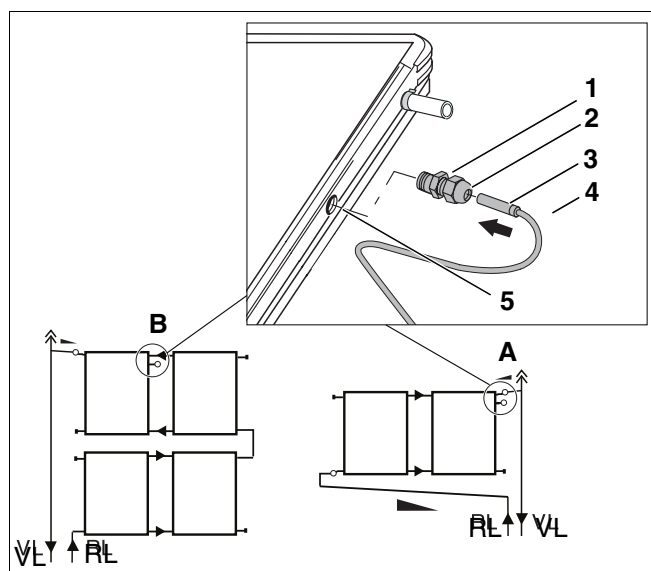

Fig. 47 Ligar a sonda do colector
- Local de montagem (Fig. 47, **Item A**) nos sistemas de colectores de uma fila.
- Local de montagem (Fig. 47, **Item B**) nos sistemas de colectores de duas filas.
- ▶ Conduza a sonda do colector (Fig. 47, **Item 3**) através da união roscada de aperto (Fig. 47, **Item 1 e 2**) e introduza a sonda do colector aprox. 170 mm até ao encosto no casquilho de imersão (Fig. 47, **Item 4**).
- ▶ Aparafuse a parte inferior da união roscada de aperto (Fig. 47, **Item 1**) na rosca do casquilho de imersão (Fig. 47, **Item 4**).
- ▶ Aperte a união roscada de aperto (Fig. 47, **Item 1 e 2**).